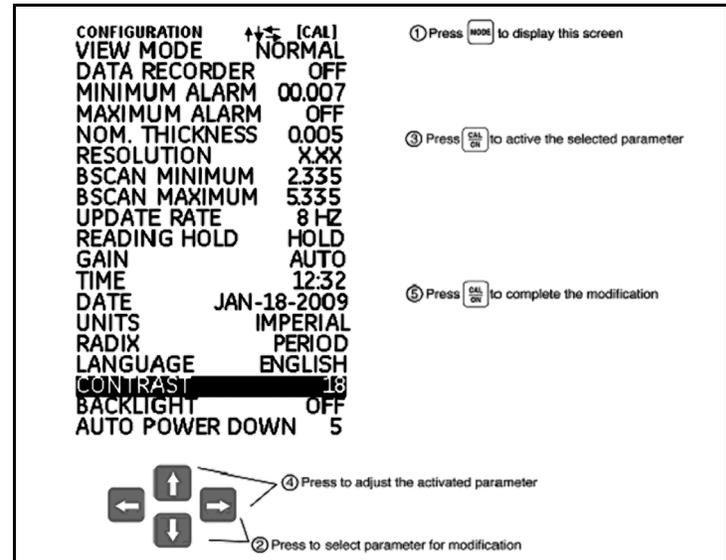

Abbildung 9: Das Konfigurationsmenü
Vor Verwendung des DM5E müssen die auf der folgenden Seite aufgeführten Einstellungen in der Ansicht *Konfiguration* wie folgt programmiert werden (siehe Abbildung 9):
1. Drücken Sie , um die Ansicht *Konfiguration* anzuzeigen (siehe Abbildung *Abbildung 9 auf Seite 21*).